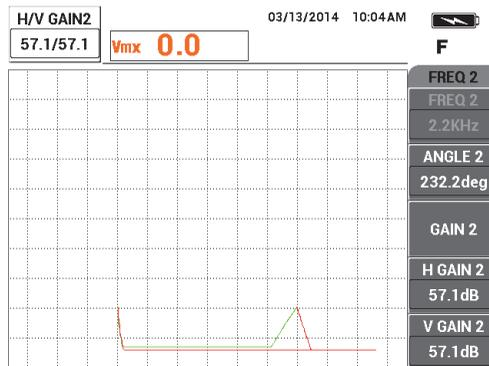

Figura 5-121 Regolazione dell'ampiezza del segnale della frequenza 2
9. Premere altre tre volte il tasto GAIN (**dB**) ed in seguito diminuire l'ampiezza del segnale della frequenza 2 in modo che sia esattamente distante 6 frazioni dal punto zero (sul lato sinistro) [vedere Figura 5-121 a pagina 225].